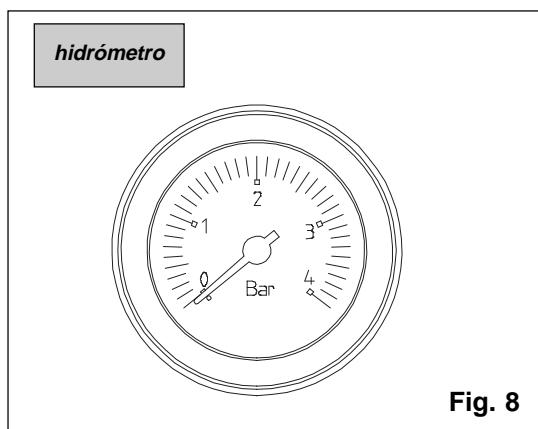

Fig. 8
- abrir con dos o tres giros la mariposa de la válvula de alivio del aire automático (A);
- abrir el grifo de llenado (externo a la instalación) hasta que la presión indicada por el hidrómetro llegue a aproximadamente 1 bar (fig. 8).